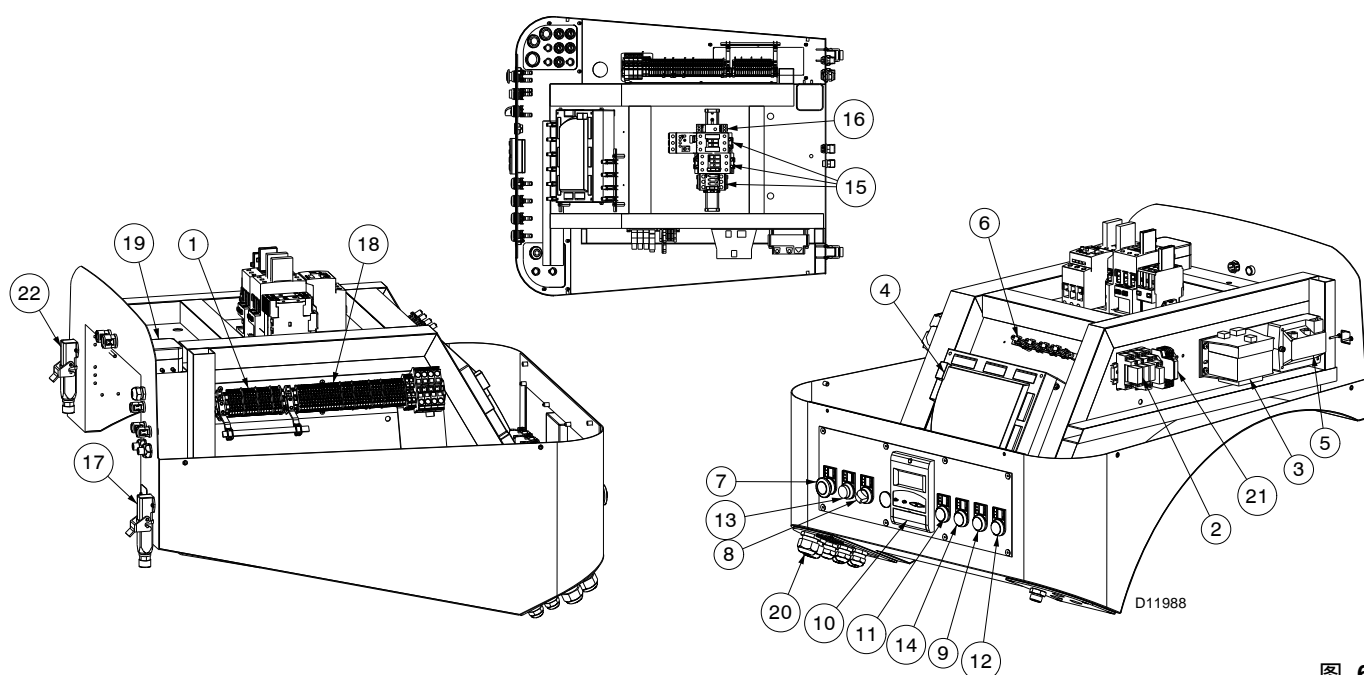

图. 6
- ▶ 控制盒报警锁定：如果图6的13号元件（红色指示灯）亮了，这说明燃烧器处于报警锁定状态，请按一下该指示灯（带按钮）即可复位。
- ▶ 电机热保护锁定：如果图6的12号元件（黄色指示灯）亮了，这说明燃烧器电机热保护锁定，复位请按一下电机热继复位钮。